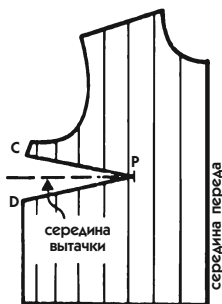

Рис. 501
- Скопируйте вытачку и обозначьте ее середину. Подложите этот чертеж под ваше лекало. Совместите точки Р и расположите середину вытачки строго перпендикулярно полоскам. Сотрите первоначально проведенную вытачку и перенесите на лекало ту, которая получилась на просвет (рис. 501, от засечки С до засечки D).